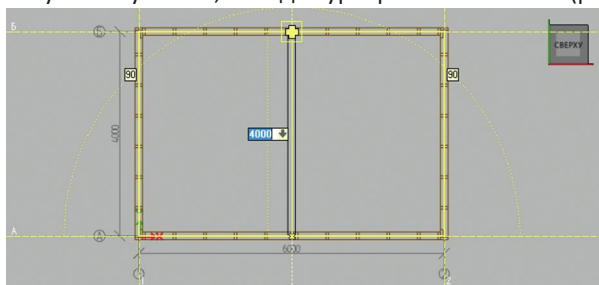

рис. 16
- укажите конечную точку стены, наведя курсор на ось **Б** (рис. 16).